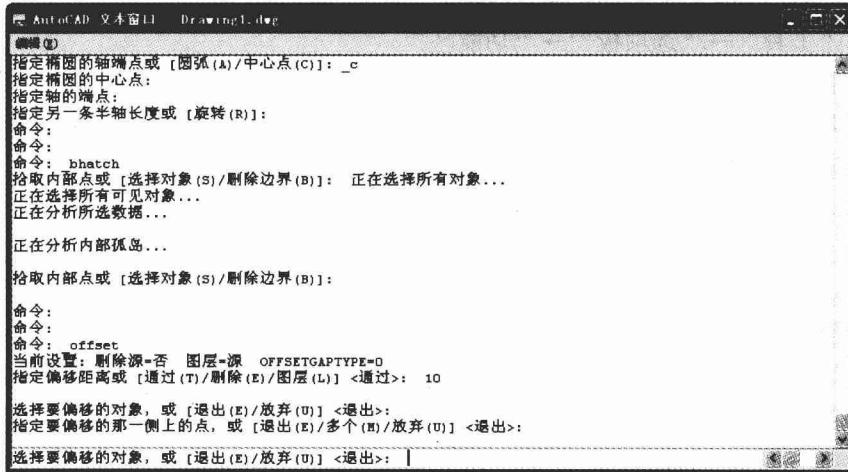

图 1-4 文本窗口
命令行窗口是输入命令名和显示命令提示的区域，默认的命令行窗口布置在绘图区下方，是若干文本行，如图 1-4 所示。对命令行窗口，有以下几点需要说明：
- 3) 对当前命令行窗口中输入的内容，可以按〈F2〉键用文本编辑的方法进行编辑，如图 1-4 所示。AutoCAD 文本窗口和命令行窗口相似，它可以显示当前 AutoCAD 进程中命令的输入和执行过程，在执行 AutoCAD 某些命令时，它会自动切换到文本窗口，列出有关信息。